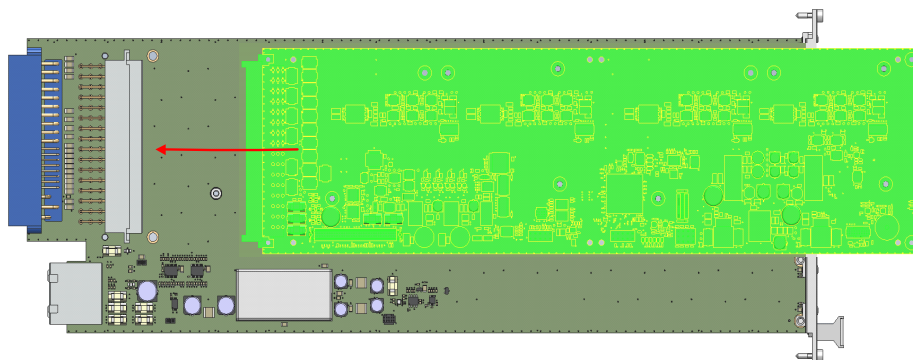

Abb. 2-7 Einbau einer ES4455.2 (hellgrün) in die ES5372.1-B
2. Führen Sie die ES4455.2 (hellgrün) von schräg oben auf die ES5372.1-B und verbinden sie die Steckverbinder (Abb. 2-7).